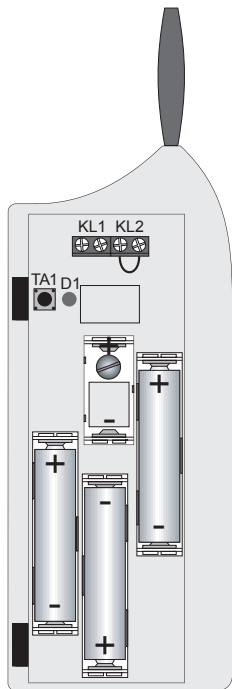

Bild 6
- Legen Sie 3 Batterien des Typs Micro (AAA) polungsrichtig in die drei Batteriehalter ein, siehe Bild 6.